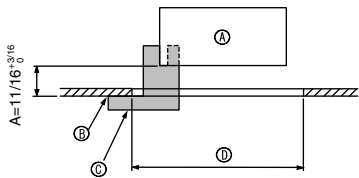

Fig. 9-2
①	Grille	1	950 × 950 (mm), 37-3/8 × 37-3/8 (pouces)
②	Vis avec rondelle captive	4	M5 × 0,8 × 25
③	Jauge	1	(Devicé en quatre parties)
④	Attache	3
⑤	Vis	4	4 × 8
⑥	Vis	1	4 × 12
9.2. Préparation avant d'attacher la grille (Fig. 9-2)
- A l'aide de la jauge ③ fournie avec ce kit, régler et vérifier la position de l'appareil par rapport au plafond. Si l'appareil n'est pas correctement positionné, il y aura des risques de fuites d'air et de la condensation pourrait s'accumuler.